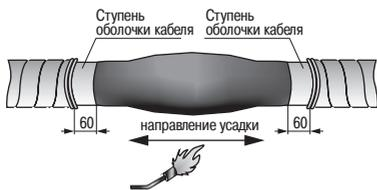

Рисунок 17.
4.33 Расстояние от среза брони (защитного покрова) кабеля до торца трубки должно составлять по 60 мм. При необходимости обрезать трубку до получения требуемого размера ступени оболочки кабеля (рисунок 17).